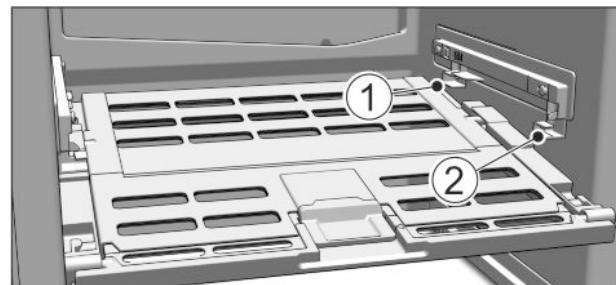

Fig. 43
- Umetanje poklopca ladice za voće i povrće: Uvedite zupce poklopca odozdo u stražnji držać Fig. 43 (1), a sprijeda umetnите u držać Fig. 43 (2) da uskoči.